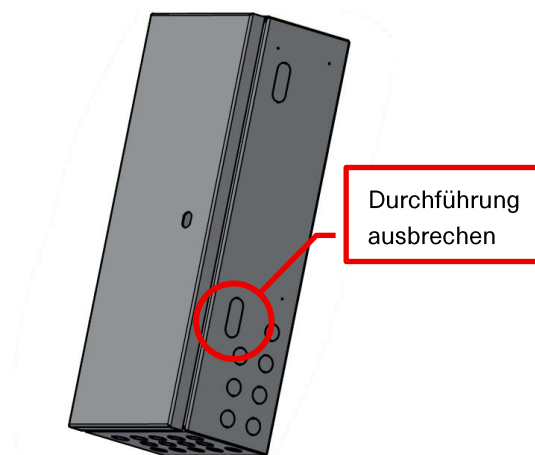

Abbildung 2
- Des Weiteren müssen seitlich (bereits vorgestanzte) Gehäuseteile aus beiden Reglergehäusen ausgebrochen werden, damit die Kabel durchgeführt werden können, siehe Abbildung 2.